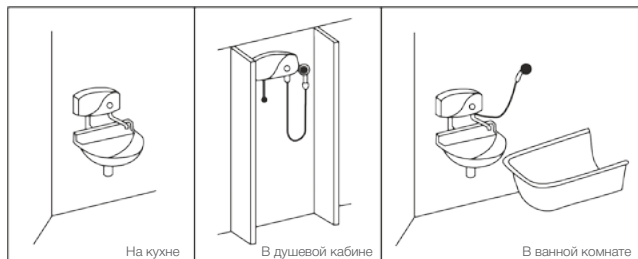

Рис. 1
2. Варианты возможной установки водонагревателя представлены на рис. 1